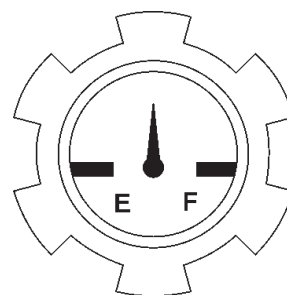

Figura 8. Medidor tapón de combustible
5. Revise el medidor de combustible que esta en el tapón del tanque, (Figura 8) para determinar si el combustible esta bajo. Reabastezca según se necesite.